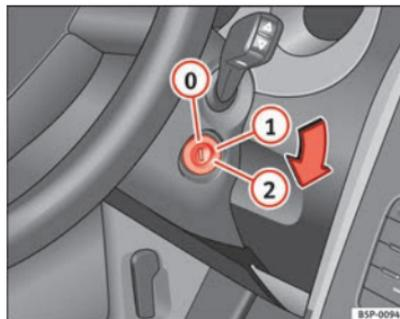

Abb. 140 Zündschlossstellungen
In dieser Stellung ⇒ Abb. 140 sind die Zündung und der Motor ausgeschaltet und die Lenkung kann gesperrt werden.
- Drehen Sie den Zündschlüssel in Stellung ⇒ Abb. 140 ①. Beim Vorglühen des Motors leuchtet die Kontrollleuchte ☞ auf. ▶
- Wenn die Kontrollleuchte ausgeht, drehen Sie den Zündschlüssel in Stellung ② zum Anlassen des Motors - geben Sie kein Gas.
- Drehen Sie den Zündschlüssel in Stellung ⇒ Abb. 140 ①. ▶